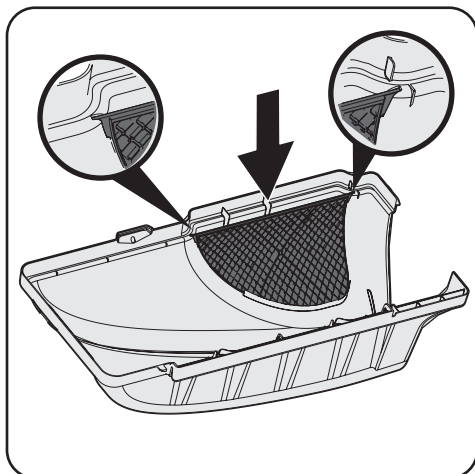

Figura 4-10
4. Si no viene armado de fábrica, coloque el protector de la embolsadora en la cubierta de la misma insertando primero un extremo en el montaje de corte correspondiente. Asegúrese de calzar el protector debajo del reborde, como en la Figura 4-10.